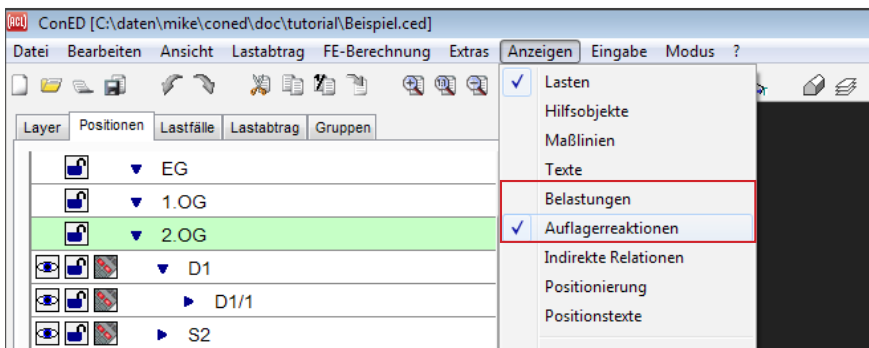

Bild 19: Anzeige der Belastungen und Auflagerreaktionen
- Bild 19: Anzeige der Belastungen und Auflagerreaktionen | **20**